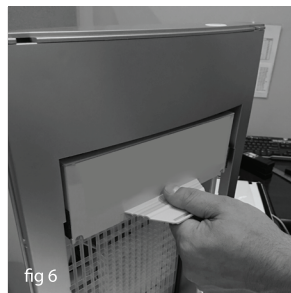

fig 6
- 新しいメインフィルターを取り付けます。(図6) メインフィルターを2本のネジで固定します。